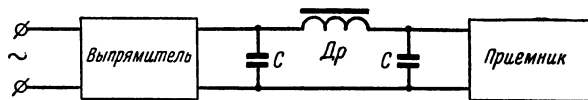

Рис. 89. Звено фильтра, помещенное между выпрямителем и приемником, служит для сглаживания пульсаций тока.
**Л.** — Отлично. Так вот на пути выпрямленного тока мы и поместим катушку с сердечником большой индуктивности (ведь мы имеем дело с очень низкой частотой), а после нее закроем выход фильтра (рис. 89) вторым конденсатором, который будет
завершать сглаживание. Впрочем, если надо получить очень тщательную фильтрацию, можно использовать две или три ячейки фильтра, подобные той, которая показана на рис. 89, включив
**Л.** — Ты бы меня понял, имея хотя бы элементарные представления об электрических машинах. Но это совсем обязательно для изучения радио. Достаточно знать, что в сети постоянного тока напряжение имеет некоторую пульсацию и, прежде чем использовать его для питания лампы, нужно применить фильтр, аналогичный изображенному на рис. 89.